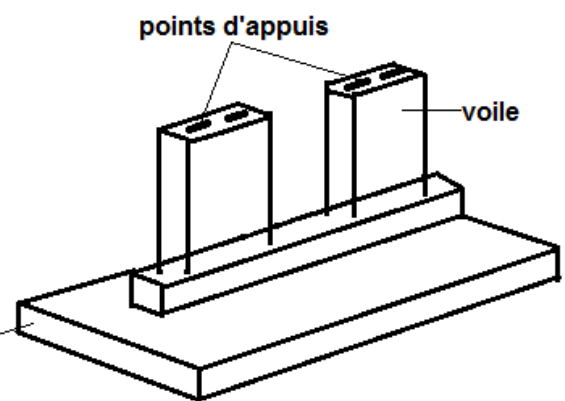

figure 1
- Des voiles – éléments longs de section allongée -. Elles comportent deux points d'appuis pour supporter le tablier (**figure 1**).